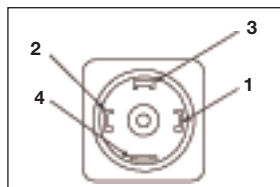

Abbildung 2
3. Die Anschlussadern für den Druckschalter sind an jedem DIN-Stecker nummeriert. Der korrekte Anschluss ist aus Abb. 2 zu ersehen.